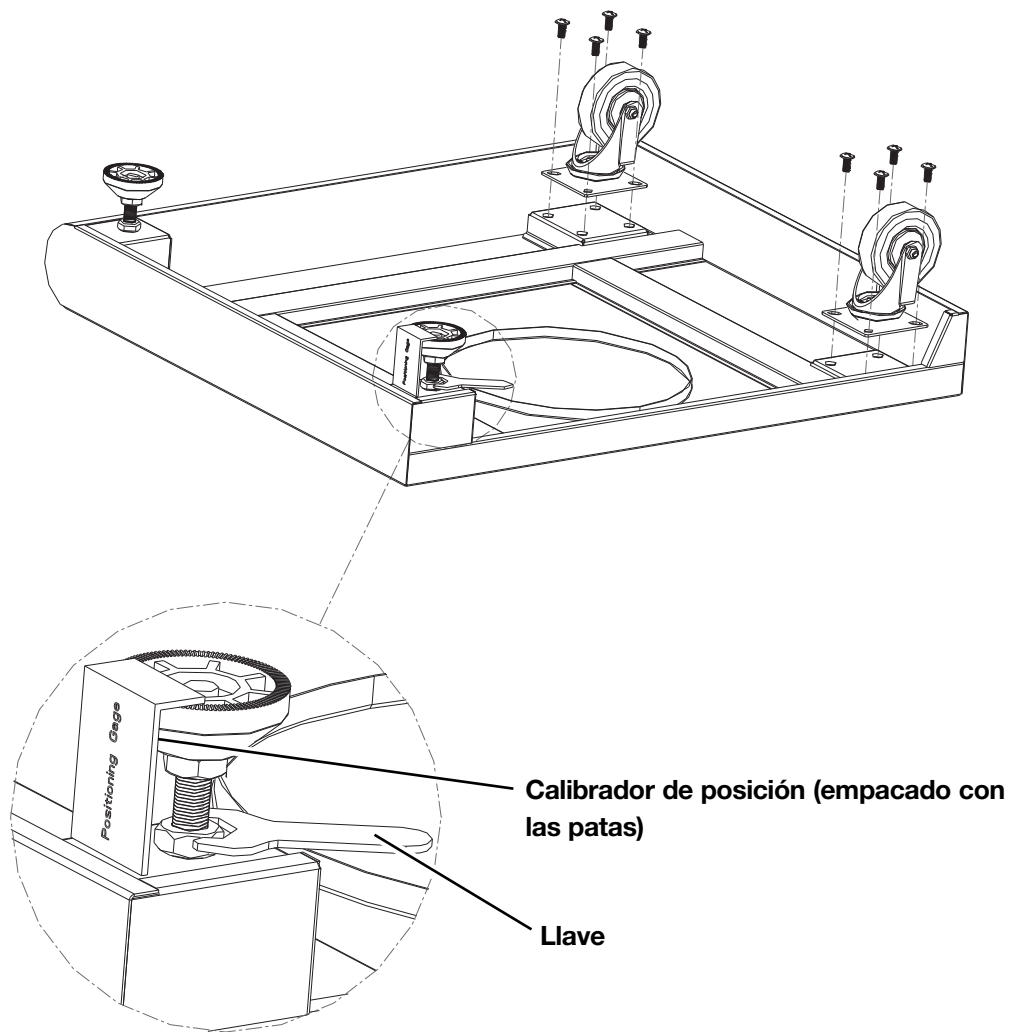

Fig. 1
1. Dé vuelta el estante inferior. Sujete las dos (2) ruedas normales al lado derecho del estante inferior con ocho (8) tornillos M6 x 13 como se indica en la **Fig. 1**.
2. Atornille una pata en el estante inferior a mano, utilizando el calibrador de posición para determinar la profundidad adecuada como se indica en la **Fig. 1**. Una vez que la pata se ha atornillado a la profundidad adecuada, sosténgala en su lugar mientras ajusta la tuerca al estante inferior con la llave provista, como también se indica en la **Fig. 1**. Esto asegurará la pata en su lugar.